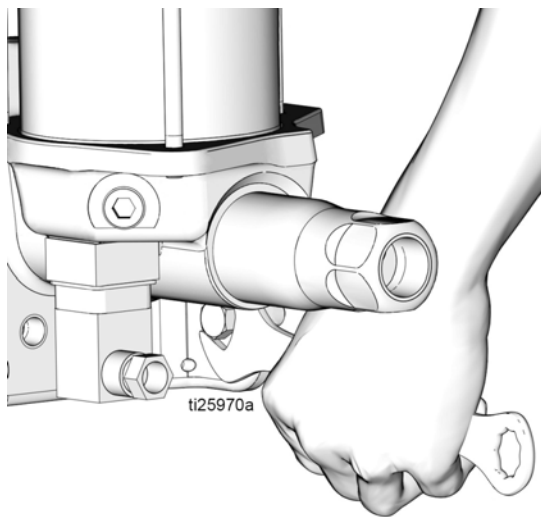

FIG. 11
5. Desmonte los pernos de montaje (FIG. 11) y saque la bomba de su posición de servicio.